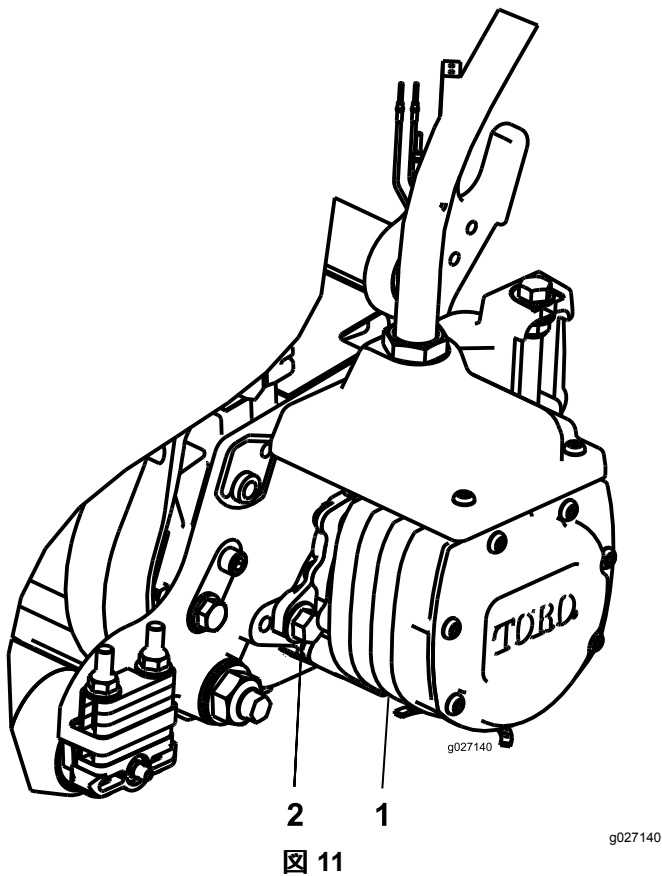

図 11
14. モータを手を持ち、右回りにひねってモータのフランジをボルトから逃がしながら、キャップスクリューにモータをセットする(図 11)。